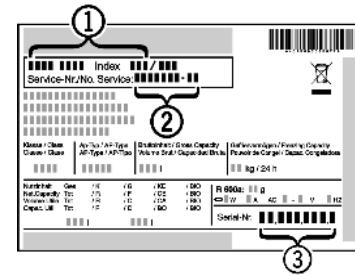

Fig. 11
Fig. 11 (1), servisní číslo Fig. 11 (2) a sériové číslo Fig. 11 (3) naleznete na typovém štítku. Identifikační typový štítek je umístěn na levé vnitřní stěně přístroje.
- Informujte zákaznický servis a sdělte poruchu, označení přístroje Fig. 11 (1), servisní číslo Fig. 11 (2) a sériové číslo Fig. 11 (3).